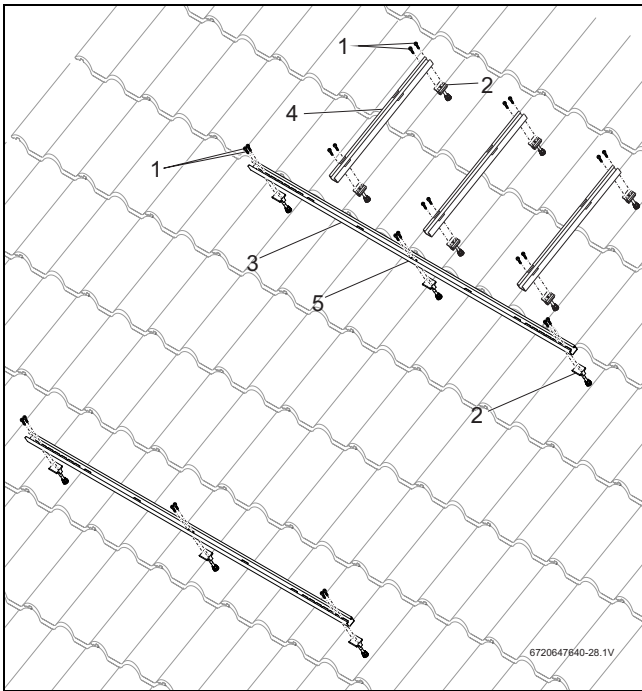

Fig. 54 Fijar el perfil al caballete de soporte
- ▶ Fijar los perfiles del captador (Fig. 54, [3]) con dos tornillos cada uno [1] en el caballete de soporte [2]; empezando por el agujero alargado inferior.
- ▶ Fijar los perfiles del acumulador (Fig. 54, [4]) con dos tornillos cada uno en el caballete de soporte; empezando por el agujero alargado central [5].